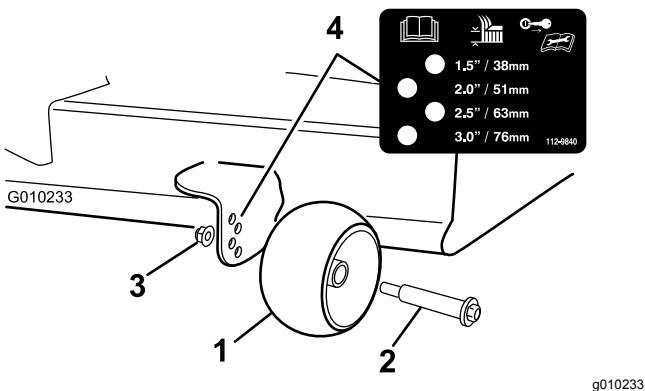

Figure 28
3. Réglez les galets anti-scalp montrés à la Figure 28 à la position correspondant le mieux à la position de hauteur de coupe.